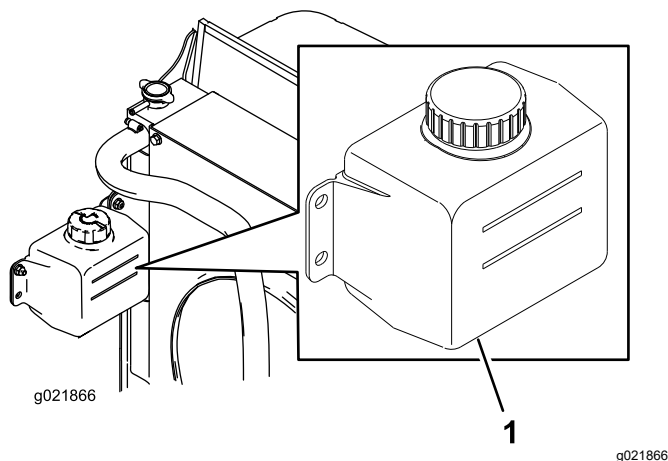

Рисунок 51
1. Проверьте уровень охлаждающей жидкости в расширительном бачке (Рисунок 51).